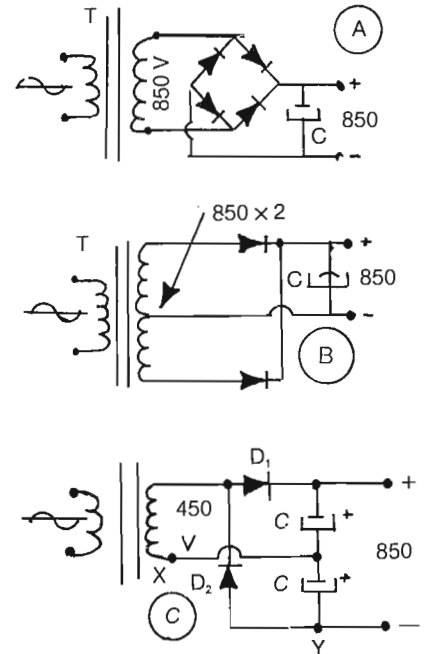

Fig. 7 - Circuiti raddrizzatori con capacità d'uscita.
Fig. 10 - Formazione delle capacità in serie. A-B: Serie di tre condensatori da 330 uF/450 V.L. con resistori (R) sono di 18 kΩ/5 watt la corrente che scorre nella serie che rappresenta il carico fisso dell'alimentatore, è di circa 17 mA. C: doppia serie dei condensatori per il duplicatore. I punti (X) e (Y) si riferiscono al due nodi con le stesse lettere della figura 7C. C = 330 uF/450 VL. Come è facile osservare il filtraggio della continua di 850 V è qui più scadente, perché la serie di quattro condensatori rappresenta circa 80 uF; mentre la frequenza della pulsazione da spianare è nel duplicatore, di 50 Hz; invece di 100 Hz come nei circuiti (A-B) di fig. 7.
La tensione c.c. reale ottenibile con gli alimentatori di fig 7 A e B (che non hanno induttanza fra il raddrizzatore e la capacità, dipende non solo dal «ca-